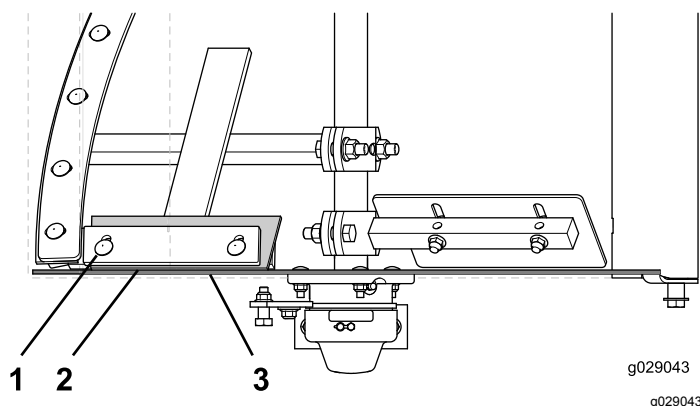

Figura 47
- Afloje los pernos de cabeza redonda y las contratuercas prensadas que sujetan la hoja de la pala y la escobilla a la paleta fija. (Figura 47)